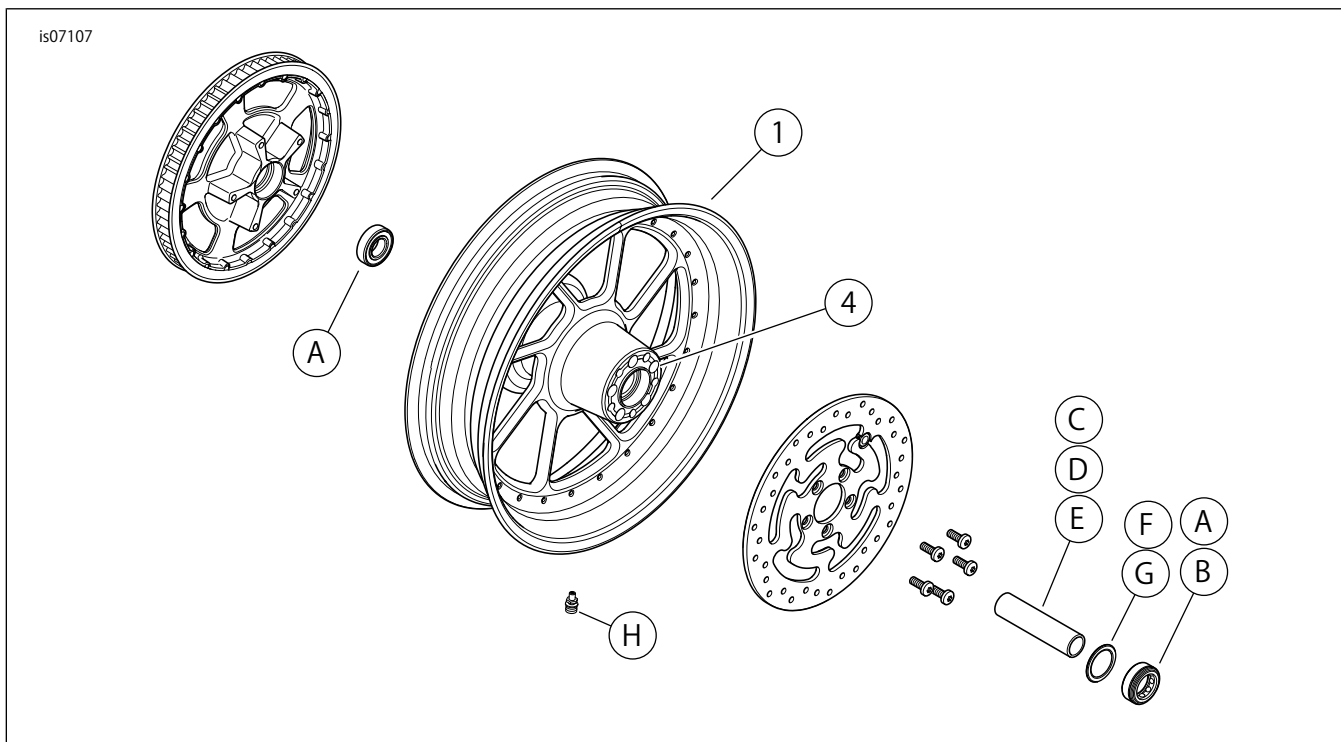

図1. 交換用パーツ: リアロードワインダーホイール
「図1」および「交換用パーツ表」を参照してください。
2. 「図1」を参照してください。バルブシステムアッセンブリー(H)をホイールに取り付けます。サービスマニュアルを参照してください。